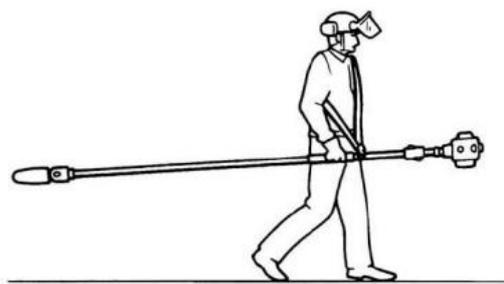

Fig. 1
- Ao transportá-lo na mão, mantenha sempre a máquina com a corrente apontada para trás. Ver fig. 1